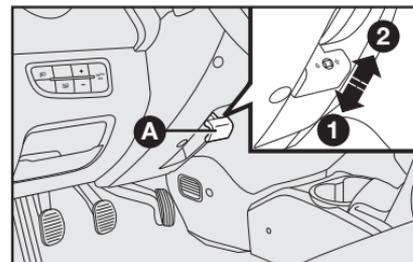

fig. 12
VOLANTE - fig. 12
- 1) deslocar a alavanca **A**-fig. 12 para a posição **2**-fig. 12;